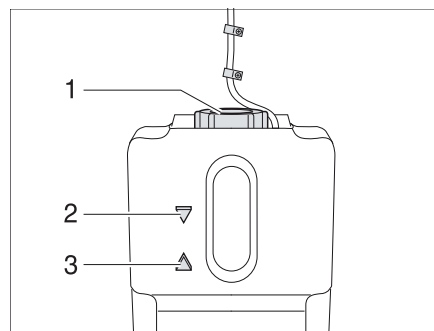

Fig. 162 Vase d'expansion pour le chauffage à eau chaude
- Contrôler si le liquide se trouve entre les marques "MIN" (Fig. 162,3) et "MAX" (Fig. 162,2) sur le vase d'expansion (Fig. 162).
- Ouvrir le bouchon du vase d'expansion (Fig. 162,1).